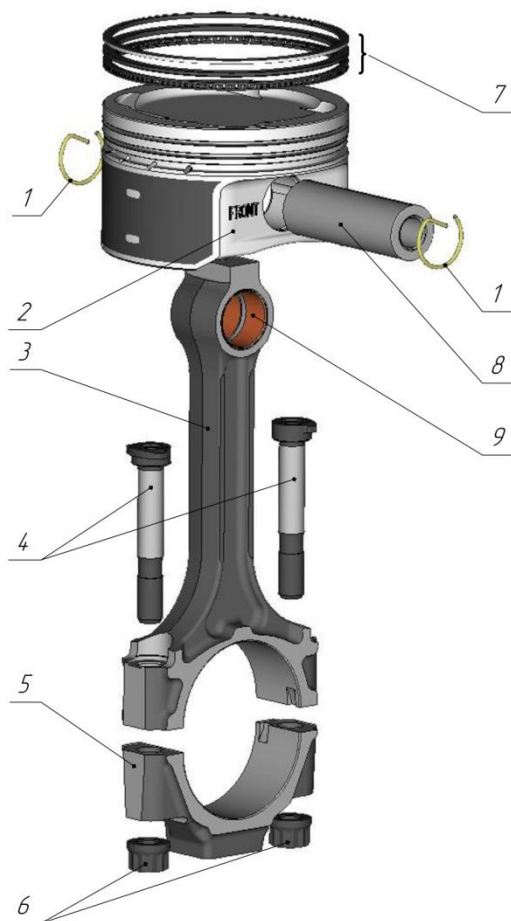

Рис.15. Поршень и шатун:
**Поршень** (рис.15) из алюминиевого сплава. Юбка поршня выполнена с бочкообразным вертикальным профилем и микрорельефом для улучшения приработки и снижения потерь на трение. В поперечном (горизонтальном) сечении юбка поршня имеет форму овала, где больший радиус расположен перпендикулярно оси поршневого пальца.